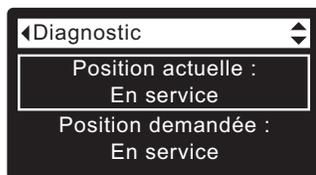

FIG. 106
4. Appuyez sur le bouton HAUT (▲) pour faire défiler les options du menu et mettre en encadré **Position actuelle** (cf. Figure 106).